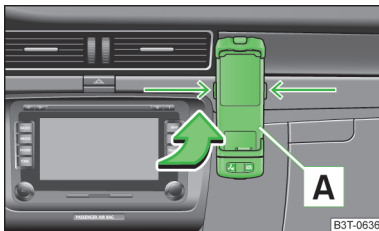

Abb. 114
- Zuerst den Adapter **A** in Pfeilrichtung » Abb. 114 bis zum Anschlag in die Halterung schieben. Den Adapter dann leicht nach unten drücken, bis dieser sicher einrastet.
- Gleichzeitig die seitlichen Verriegelungen der Halterung » Abb. 114 drücken und den Adapter mit dem Telefon herausnehmen.